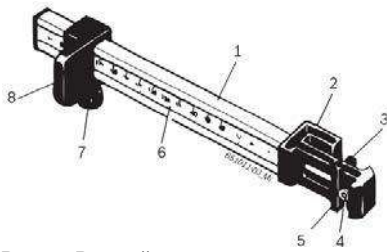

Рис. 7. Ручной штангенциркуль:
1. Расположите ручной штангенциркуль с ползуном (рис. 7, поз. 8) на внутренней закраине обода.